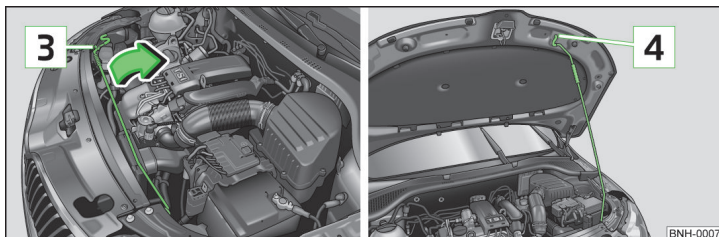

Fig. 112 Asigurarea capotei motorului
- > Extrageți tija de susținere din suportul 3, în sensul săgeții » fig. 112 și asigurați capota deschisă, prin introducerea capătului tije de susținere în orificiul 4.